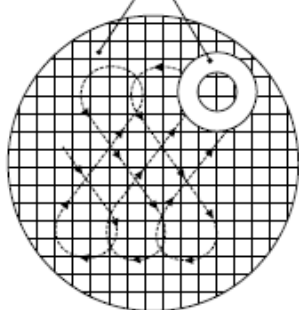

Рис.9: Схема притирки
2. Всегда используйте свежий притир. В случае заметных признаков износа (из-за плоскостности) восстановите притир. Восстановление притиров производится путем их притирания по плоской притирочной плите. Притирка выполняется движениями в виде восьмерки, как показано на Рис.9. Чтобы добиться наилучших результатов притирки седел, притиры следует восстанавливать каждый раз после притирки.
6. Прикладывая одинаковое давление, и медленно поворачивая притир (Рис.9), совершайте круговые движения или движения в форме восьмерки.